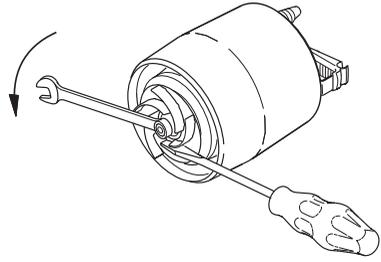

Abb. 14 Abbauen des Laufrads
6. Mutter auf der Motorwelle lösen und abnehmen. Das Mitdrehen des Laufrads mit Hilfe eines Schraubendrehers unterbinden. Siehe Abb. 14.